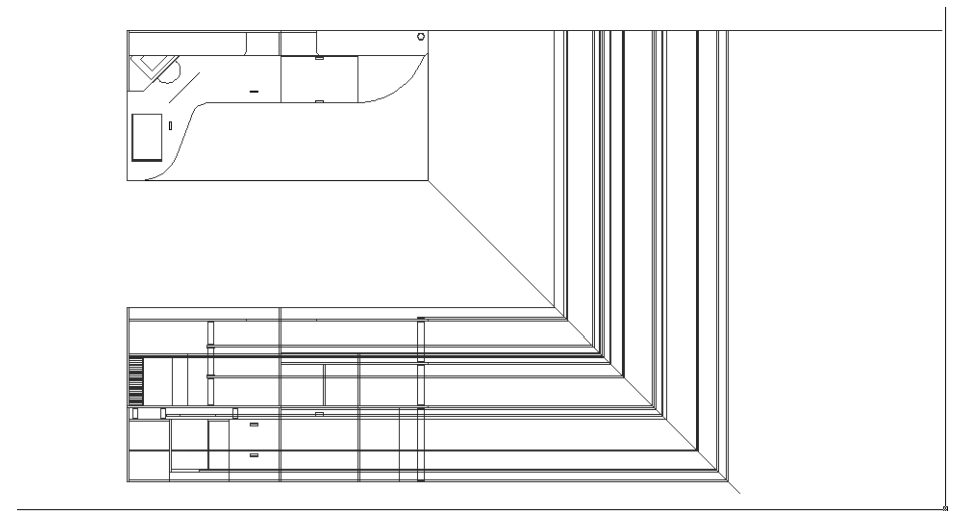

Рис. 8.38 ▼ Линии высот повернуты под прямым углом относительно диагональной линии и продлены до линии задней стенки рабочей зоны
15. Включите режим **ОРТО** (ORTHO) и начертите горизонтальную линию от правого верхнего угла рабочей зоны на виде сверху до правой границы области черчения. После этого продлите все линии высот до полученной горизонтальной линии (рис. 8.38).